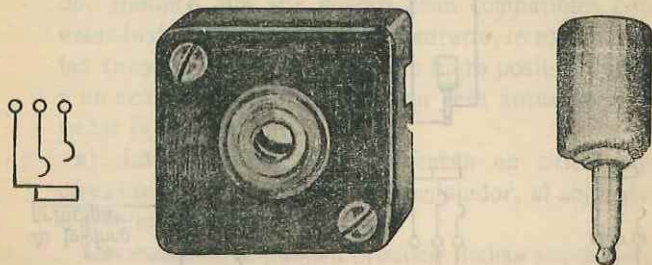

Figura 1
1.—Se emplearán los *enchufes y clavijas* representados en la figura 1, que corresponden a los modelos del catálogo de la Western Electric, clave núm. 190, para los enchufes, y 148, para las clavijas.